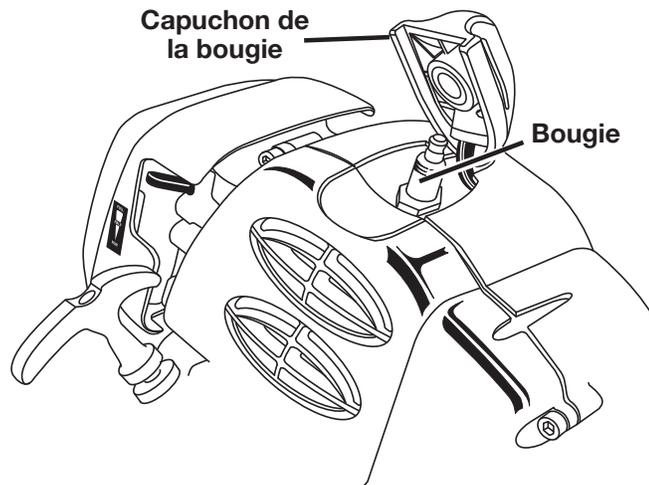

Figure 24
18. Remettre le capuchon de la bougie en place. Voir la figure 24.
2. Retirer le capuchon de la bougie. Voir la figure 24.
14. Remettre le capuchon de la bougie en place. Voir la figure 24.
Voir la figure 24.